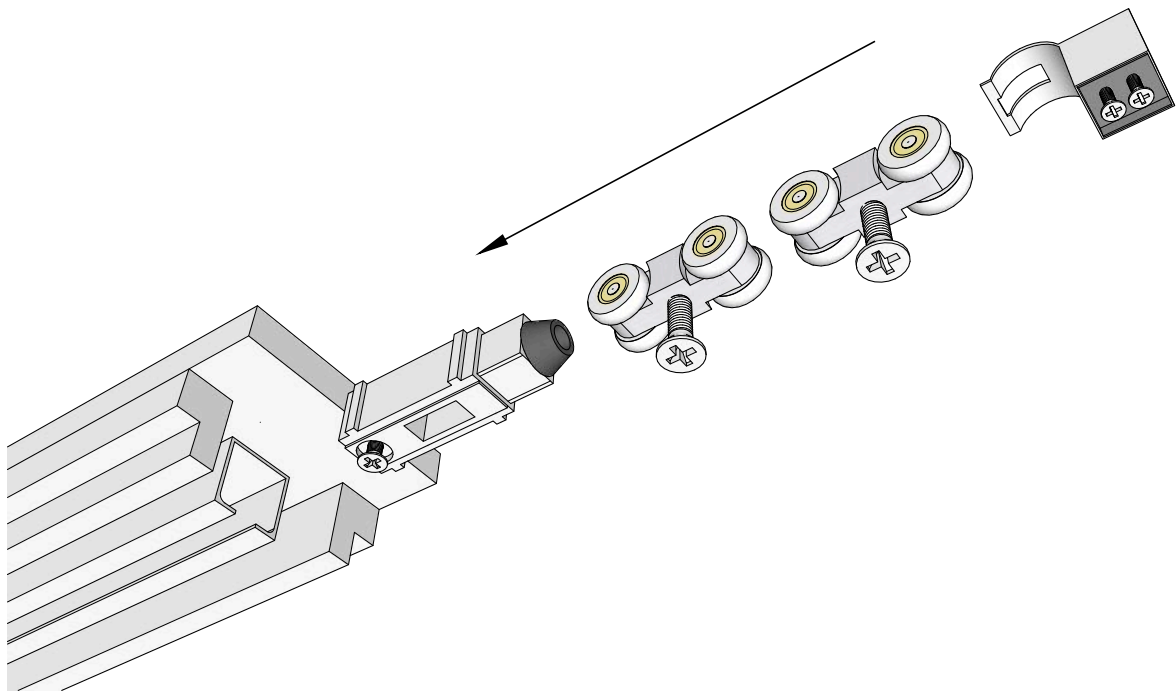

Рисунок 5
2.1. Если Вы приобрели пенал с системой Push-to-open (Опция), вместо стопора, находящегося в теле пенала, установите толкатель (Рис. 5).